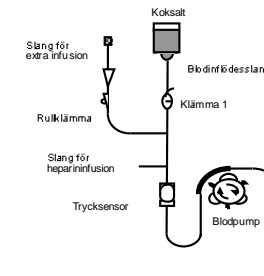

Fig. 1
- 3) Placera pumpsegmentet i pumphuset och trycksensorn i trycksensorenheten (Fig. 1).